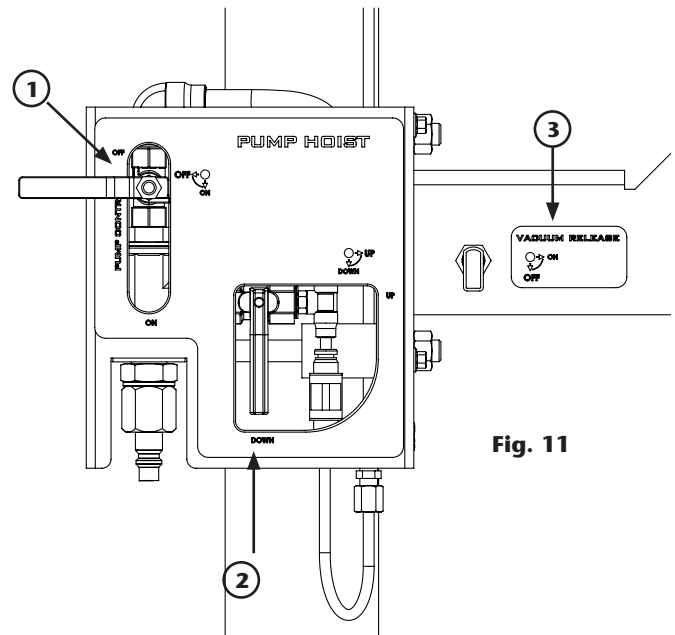

Fig. 11
1. Verificar que a alavanca do painel de controle está na posição "UP" (acima) (2) (fig. 11).
1. Parar a propulsora colocando a válvula de controle "Pump Control" na posição "ON" 1 (fig. 11).
4. Deixar o compactador descer até o tambor (2) (fig. 11).
4. Mover a alavanca do painel de controle para a posição "UP" (para cima) 2 (fig. 11). Nesta posição o equipamento, sobe o cilindro e uma corrente de ar entra no tambor para empurrar o compactador, caso esteja sendo usado 3 (fig. 11).
6. Se o compactador estiver sendo usado fechar a válvula de ar 3 (fig. 11).